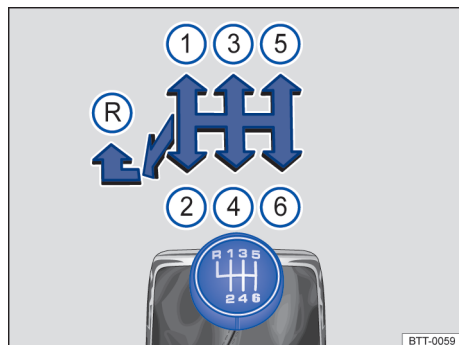

Fig. 103 Esquema de troca da transmissão manual de 6 marchas.
As posições de cada uma das marchas estão representadas na alavanca de troca de marcha → Fig. 103.
- Empurrar a alavanca de troca de marcha totalmente para a esquerda e depois para frente até a posição da marcha a ré → Fig. 103 (R).